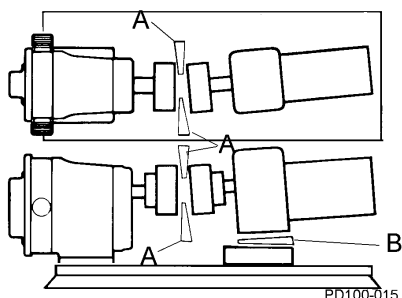

Figura 23 - Verificación de la alineación angular
1. Con el uso de indicadores de espesor o de estrechamiento (Figura 23, artículos A y B), verifique la alineación en cuatro puntos cada 90 grados alrededor del acoplamiento, **ajuste a la misma medida en todos los puntos**.